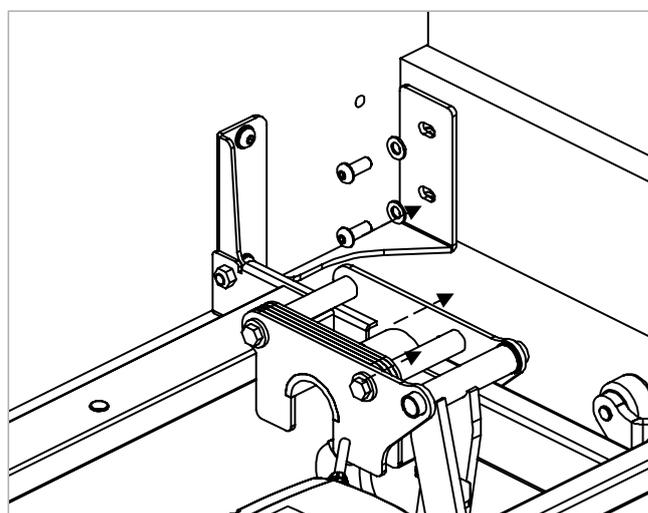

Figure 9.7
8. Montez chaque panneau latéral sur les supports d'extrémité du panneau latéral avec les boulons M6 x 20 mm et les rondelles M6 comme indiqué dans Figure 9.7. Laissez les boulons légèrement desserrés.